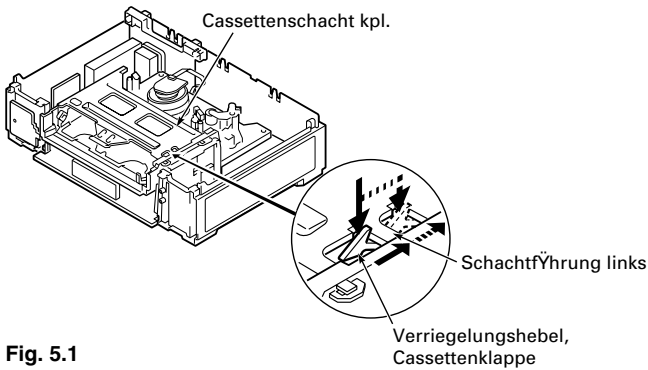
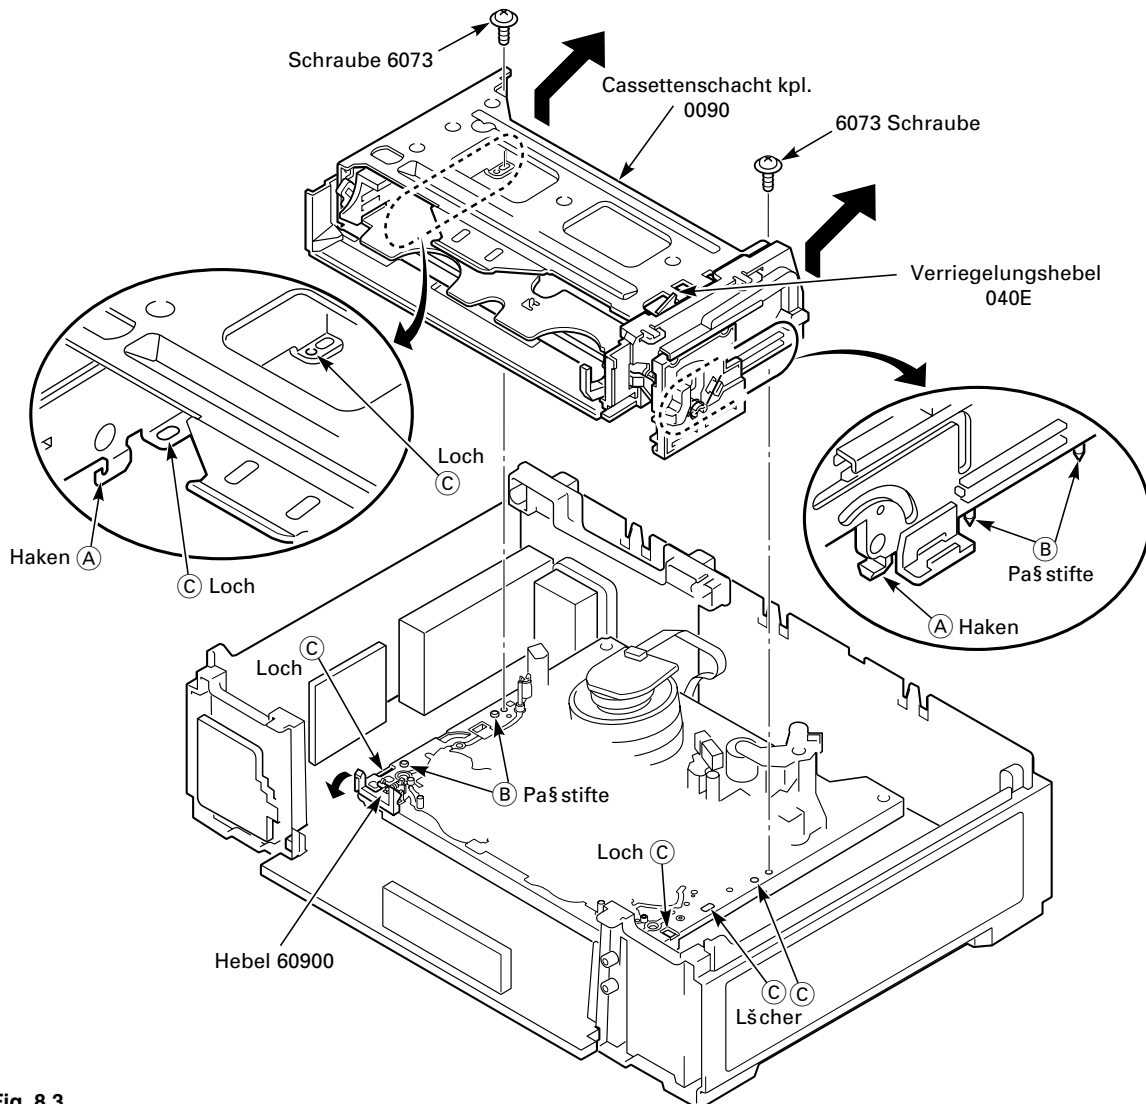

Fig. 5.1
Fig. 8.3
**Hinweis:** Soll die Prüfung der Laufwerksfunktionen ohne Cassette erfolgen, ist darauf zu achten, daß der Verriegelungshebel der Cassettenklappe (Pos. 040E) entriegelt wird (Fig. 5.1).
**Hinweis:** Soll die Überprüfung der Laufwerksfunktionen ohne Cassette erfolgen, muß darauf geachtet werden, daß der Verriegelungshebel der Cassettenklappe (Pos. 040E) entriegelt wird (Fig. 5.1).
- 2 Schrauben (Pos. 6073) herauserschrauben (Fig. 8.3).
**Hinweis:** Beim Einsetzen des Cassettenschachts (Pos. 0090) muß der Hebel (Pos. 60900) nach vorne gedrückt werden. Der Cassettenschacht (Pos. 0090) ist dann richtig positioniert, wenn die beiden Haken (A) und die Paßstifte (B) in die Löcher (C) eingreifen (Fig. 8.3).
- Verriegelungshebel (Pos. 040E, Fig. 8.3) entriegeln und den Schachtboden (Pos. 040A) nach unten fahren (Fig. 5.1).